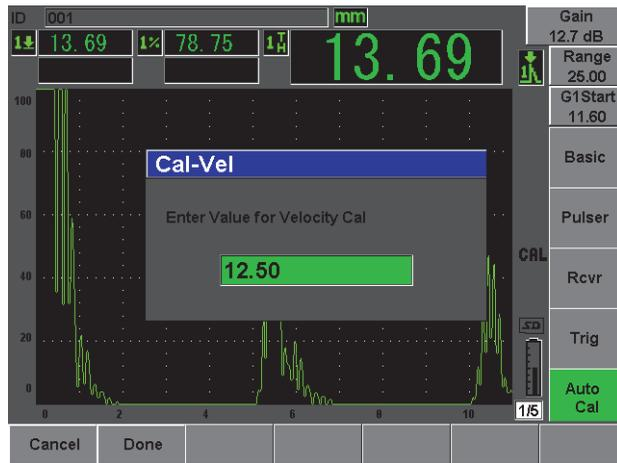

Рис. 2-16 Значение Velocity Cal (Калибровка скорости)
13. Настройте отображенное значение на нужную толщину с помощью ручки или курсорных клавиш. В этом примере преобразователь помещен на ступень толщиной 12,5 мм (см. Рис. 2-16 на стр. 53).